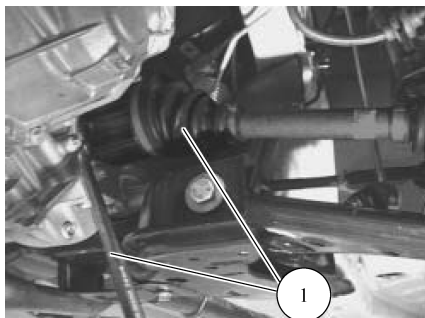

图 4-9 断开左驱动轴
- 23) 使用适当工具，从差速器拆除左驱动轴 1，并将它从侧面连接，如图 4-9 所示。